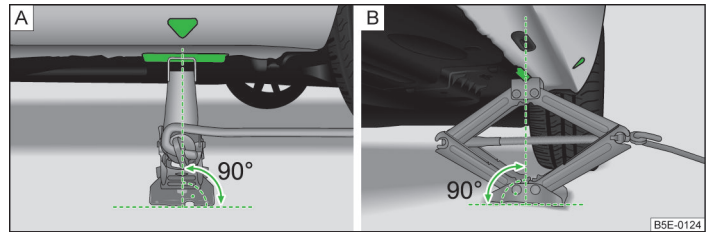

Abb. 192 Wagenheber ansetzen
- › Den Wagenheber so ansetzen, dass die Klaue den Steg umfasst » Abb. 192 - ▶
- › Die Grundplatte des Wagenhebers mit ihrer gesamten Fläche auf einem geraden Untergrund abstützen und sicherstellen, dass sich der Heber in senkrechter Position zur Stelle, an der die Klaue den Steg umfasst, befindet » Abb. 192 - [A].